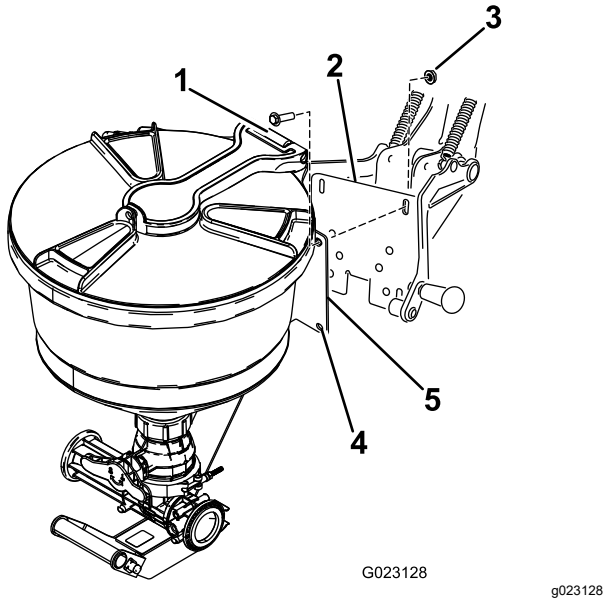

Figura 22
1. Alinai orificiile din placa de montare a ejectorului cu fantele din cadrul de susinere (Figura 22).